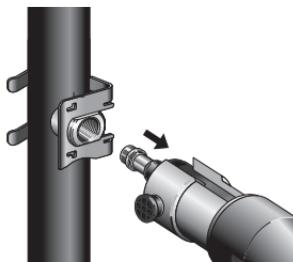

**Figure 13 – Engagement de la sertisseuse sur la tête d'évasement**
2. Engagez la sertisseuse sur la tête d'évasement, puis fermez la broche de verrouillage (*Figure 13*). L'appareil ne fonctionnera que lorsque la broche est complètement fermée. Assurez l'alignement et le soutien de la sertisseuse à tout moment. Ne jamais laisser pendre la sertisseuse à partir du tuyau.